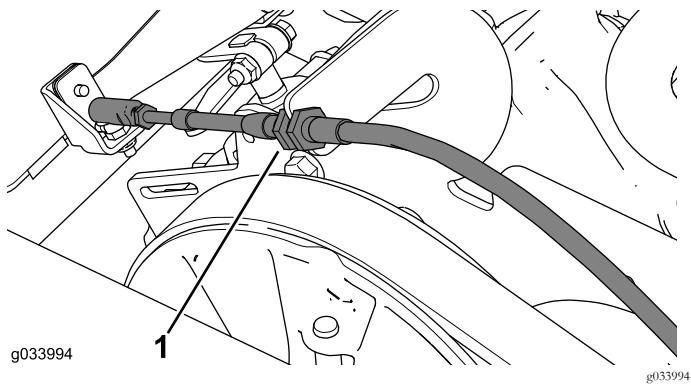

Рисунок 10
- Отсоедините трос переключения передач от кронштейна троса переключения передач и снимите его с кронштейна (Рисунок 10).